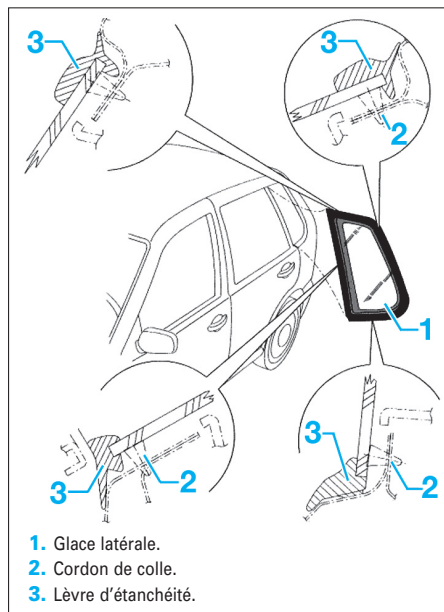

FIG. 11
- Préparer les ajustements comme illustré (Fig.11).
- Poser la custode en tenant compte des ajustements (Fig.11).